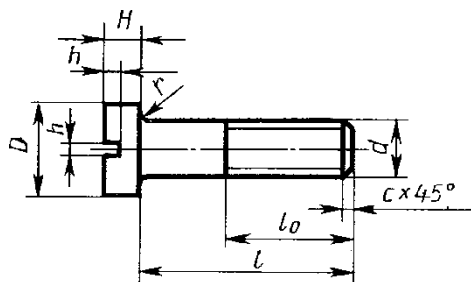

Рисунок 4
2. с цилиндрической головкой, ГОСТ 1491 - 80 (рисунок 4).